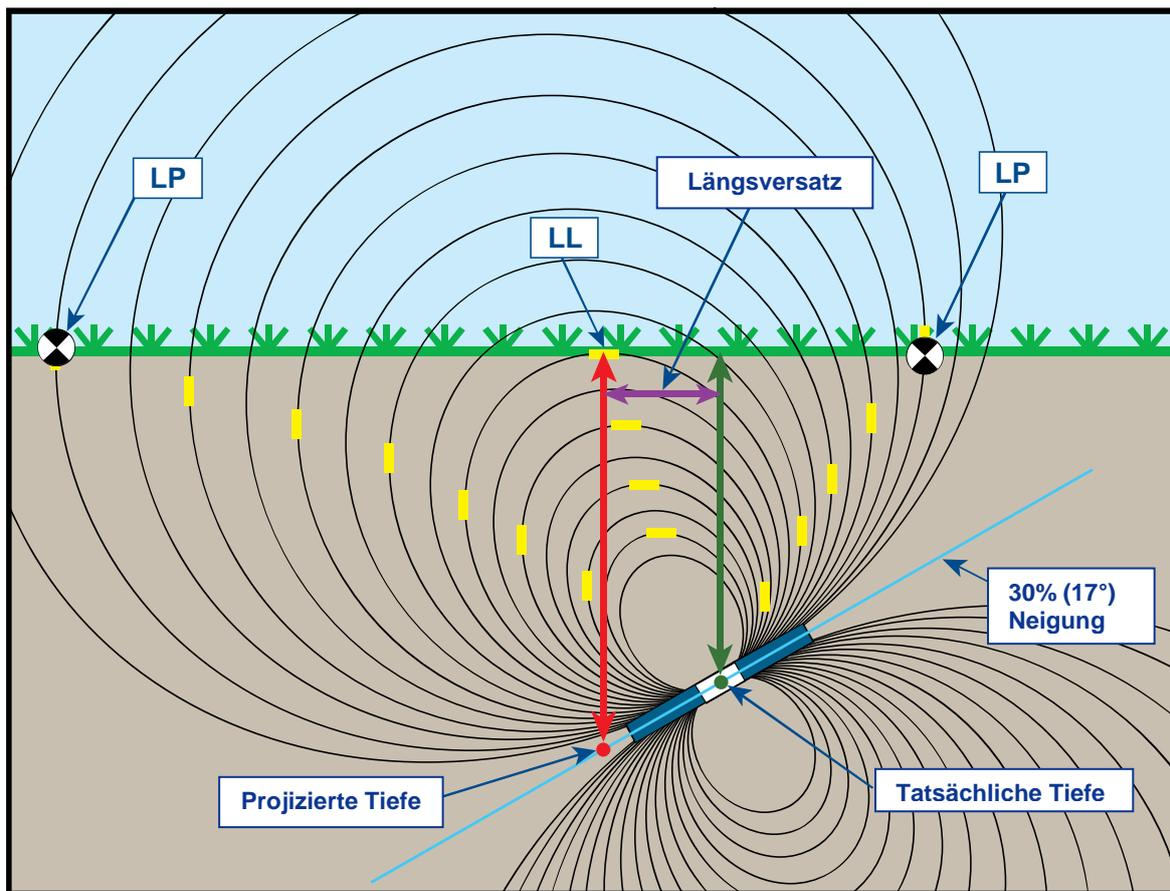

Abbildung B2 Projizierte Tiefe gegenüber tatsächlicher Tiefe und Längsversatz wenn steil und tief
Projizierte Tiefe und Längsversatz (siehe Abbildung B2) müssen berücksichtigt werden, wenn der Sender steil und/oder tief ist. Benutzen Sie die weiter hinten in diesem Anhang bereitgestellten Tabellen (Tabelle B1 und B2), um tatsächliche Tiefe und Längsversatz zu bestimmen, wenn die angezeigte (projizierte) Tiefe und die Neigung des Senders bekannt sind.
Die obenstehende Abbildung B2 zeigt einen in einem Bohrstrang angeordneten Sender, der das Bohren mit positiver oder negativer Neigung veranschaulichen soll — die Neigung ist positiv, wenn von links nach rechts gebohrt wird, negativ beim Bohren von rechts nach links. Das Signalfeld des Senders ist im gleichen Winkel wie der Sender geneigt. Die Ortungslinie (LL), an der die Tiefenmessung vorgenommen wird, ist die horizontale Komponente der Flusslinien des Sendersignalfelds. Das heißt, die LL liegt dort, wo die Flusslinien horizontal sind, wie in der obenstehenden Abbildung durch die kurzen waagrechten gelben Linien veranschaulicht.
Die Ortungspunkte (FLP und RLP) sind in Abbildung B2 ebenfalls dargestellt. Diese Punkte liegen an den vertikalen Komponenten des Signalfelds, wie mit kurzen vertikalen gelben Linien in der obenstehenden Abbildung veranschaulicht. Man beachte, dass die Ortungspunkte bei geneigtem Sender unterschiedliche Abständen von der LL haben. Wie gesagt, ist in dieser Situation eine Korrektur für die projizierte Tiefe und/oder den Längsversatz erforderlich.